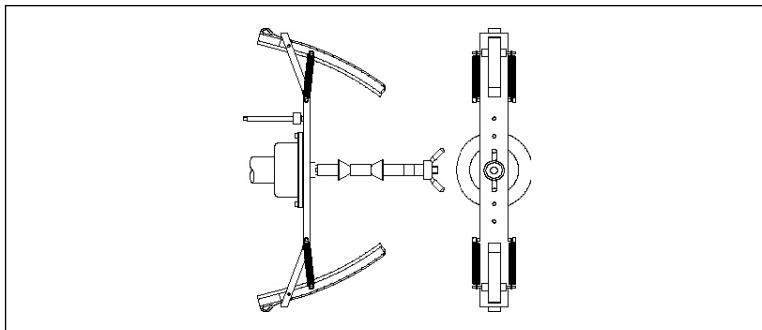

图 F4.2 在摩夹内侧放置校准平衡块 (Cal2 阶段)
8) 停止后显示 **h12--cal**。如图 F4.2 所示将校准平衡块放置在内侧标识有“CAL”的孔内；图 F4.2 在摩夹内侧放置校准平衡块 (Cal2 阶段)
9) 如图 F4.2 所示将顶端放置有校准平衡块的摩夹调整至竖直状态，按动按键 [P8]  或放下防护罩。